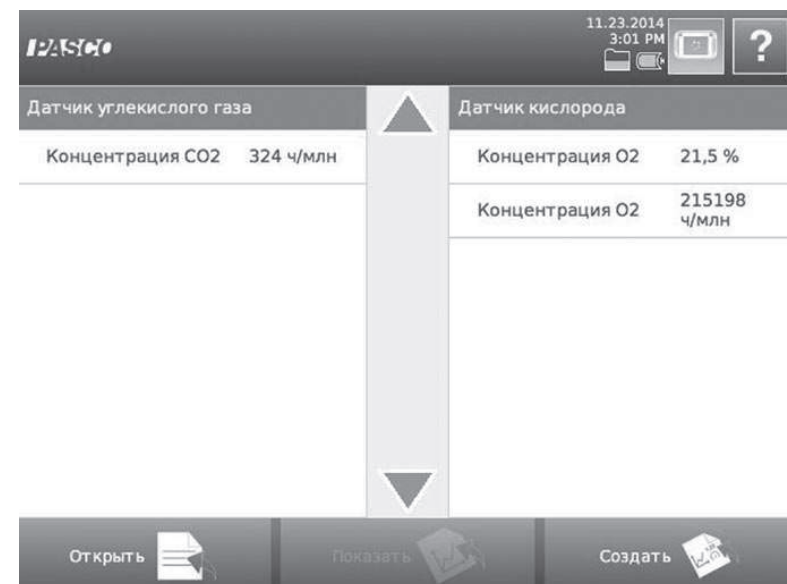

Рис. 3.
3. При включении прибора с подключенными датчиками открывается окно, как показано на рис. 3.